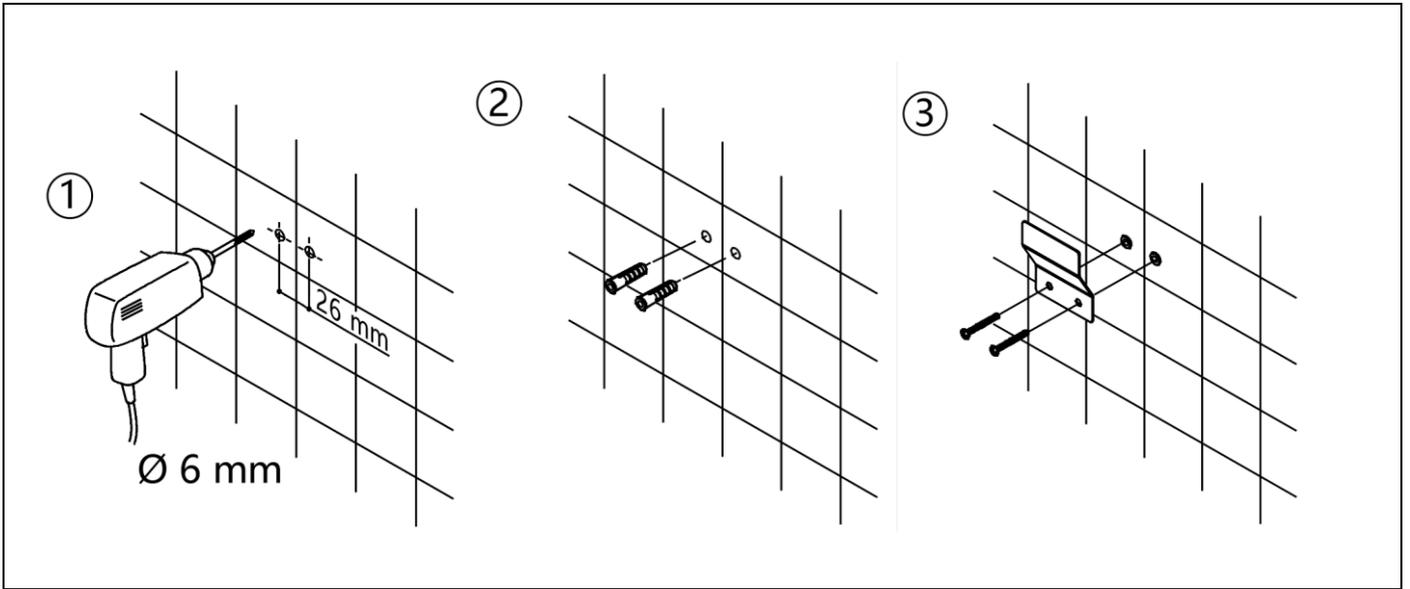

Figura 3
3. Dopo aver individuato il posizionamento dei due supporti murali, fissateli con le viti e i tasselli in dotazione (*figura 3*). Nota: prima di praticare qualsiasi foro per il fissaggio della colonna doccia, assicuratevi che non vi siano cavi nascosti o tubazioni passanti all'interno del muro, in corrispondenza dei fori da effettuare.